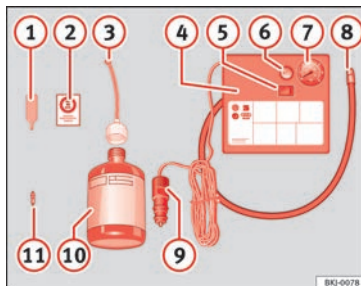

Fig. 105 Représentation standard : contenu du kit antirevaillon.
Le kit antirevaillon se trouve dans le coffre à bagages, sous le revêtement de plancher. Il inclut les composants suivants » fig. 105 :
Revissez le tuyau de gonflage » fig. 105 ⑧ et vérifiez la pression du manomètre ⑦.